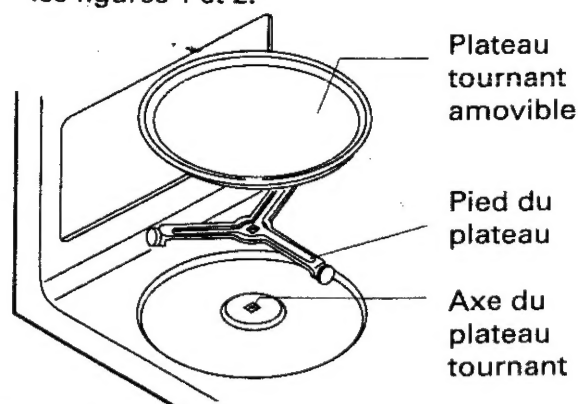

figure 1
1. Engager le pied du plateau tournant dans l'axe du plateau tournant comme indiqué sur la figure 1.
2. Placer correctement le plateau tournant sur le pied du plateau tournant comme indiqué sur les figures 1 et 2.